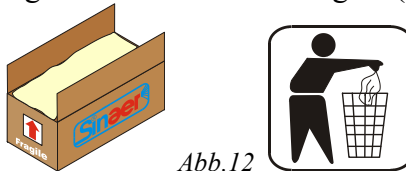

Abb.12
- 1 Nehmen Sie die Pumpe aus der Verpackung und achten Sie darauf, die Verpackung gemäß den örtlichen Entsorgungsvorschriften zu entsorgen. (Abb.12).